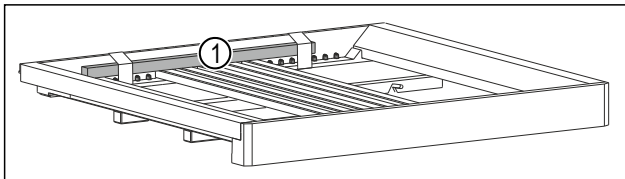

Fig. 52 *
- ▶ Holzstab Fig. 52 (1) entfernen.*